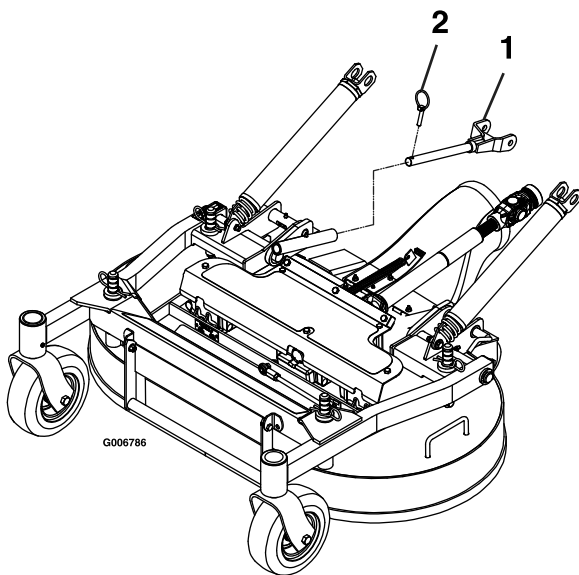

Bild 76
6. Entfernen Sie die Klappstecker vorne an den Schubarmen an beiden Seiten der Maschine (Bild 76).
6. Befestigen Sie die Schubarme mit den Klappsteckern an der linken und rechten Seite der Maschine (Bild 76).